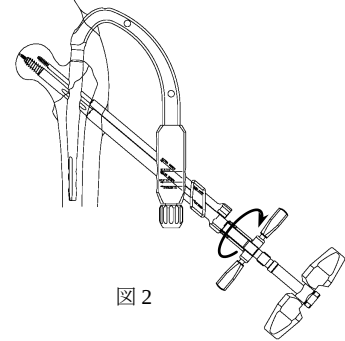

図2
- 2) ラグスクリューT レンチのグリップを確実に把持したまま、圧迫ナット (R) を前進させます。(図2)